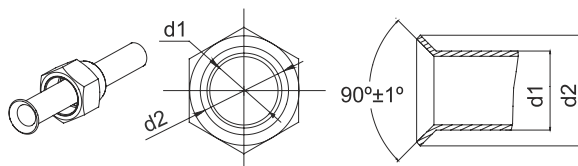

Fig.13
- (1). Corte el tubo de conexión con un cutter y retire los rebordes.
- (2). Sujete el tubo hacia abajo para evitar que entren restos en el tubo.
- (3). Retire las tuercas y válvula de seguridad de la unidad exterior y dentro de la bolsa accesorio de la unidad interior e insértela en el tubo de conexión, después utilice una herramienta de corte para cortar el tubo de conexión.
- (4). Compruebe que la parte cortada se distribuye uniformemente y no hay grietas (Fig.13).